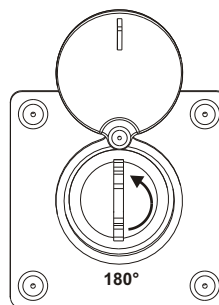

Abb.18
Den Baum mit Hilfe der manuellen Entriegelung entriegeln, sodass dieser manuell geöffnet und geschlossen werden kann (Abb.18).
- Den Schlüssel einführen und um 180° gegen den Uhrzeigersinn drehen bis der Baum entriegelt (Abb. 18).